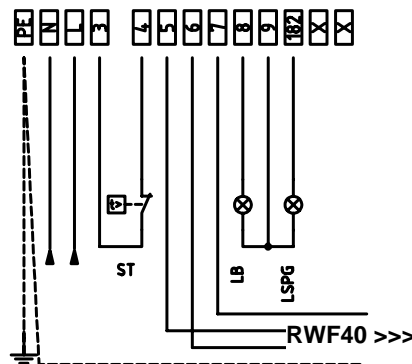

Рис. 26: Модулирующие горелки
3). В случае с модулирующими горелками, клеммы 5,6 и 7 клеммника МА горелки уже подсоединены с модулирующему регулятору (мод. RWF 40). С электрощита выходит 4-х полюсная вилка, предназначенная для подключения датчика температуры или давления (см. Рис. 26)